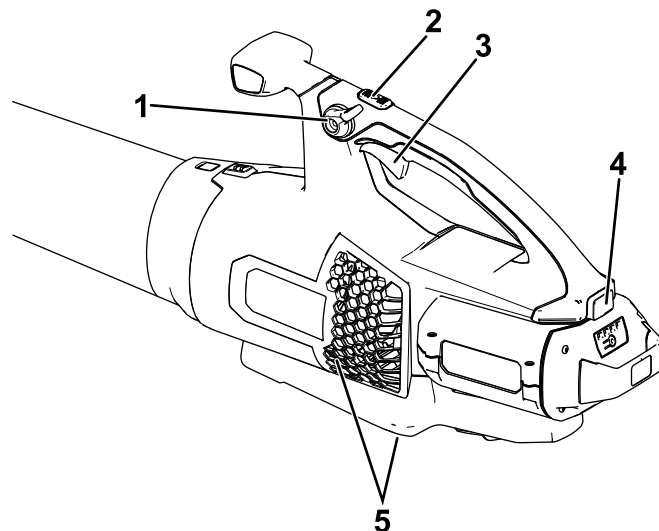

Figure 3
4. Pour mettre le souffleur en marche, serrez la gâchette de vitesse variable (Figure 3).
**Remarque:** Enclenchez le blocage de vitesse pour laisser la machine tourner sans avoir à appuyer sur la gâchette de vitesse variable (Figure 3).
Pour obtenir des performances optimales (débit d'air), appuyez à fond sur la gâchette de vitesse variable et maintenez le bouton Turbo Boost enfoncé pendant la durée souhaitée (Figure 3).
Pour régler le débit du souffleur en marche, serrez la gâchette de vitesse variable (Figure 3).
Pour maintenir le débit d'air actuel, engagez le blocage de vitesse (Figure 3).
Pour arrêter le souffleur, déverrouillez le blocage de vitesse (le cas échéant) et relâchez la gâchette de vitesse variable (Figure 3).